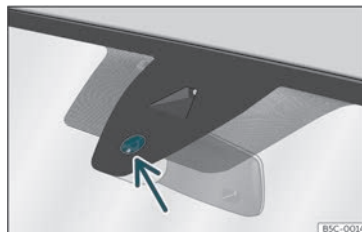

Fig. 92 Superfície sensível do sensor de choiva.
As posibles causas de anomalías e interpretacións erróneas na área da superficie sensible» fig. 92 do sensor de choiva son, entre outras:
- Limpe regularmente a superficie sensible do sensor de choiva» fig. 92 (frecha) e comprobe posibles danos nas gomas.